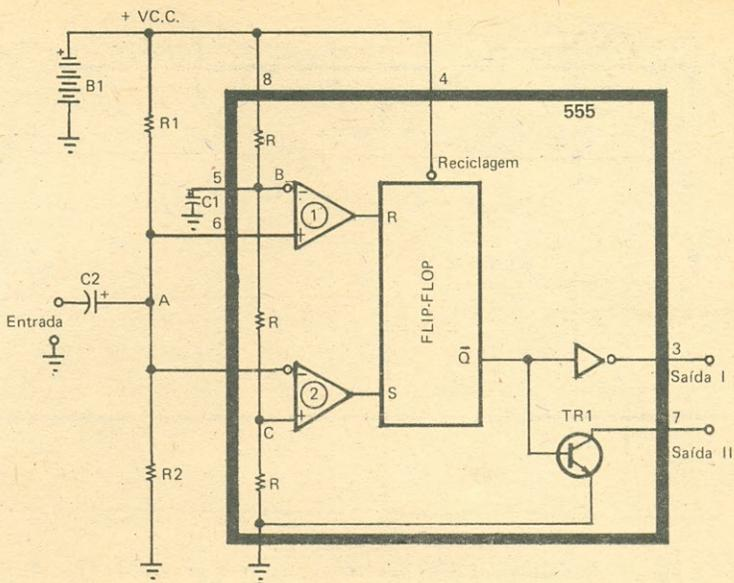
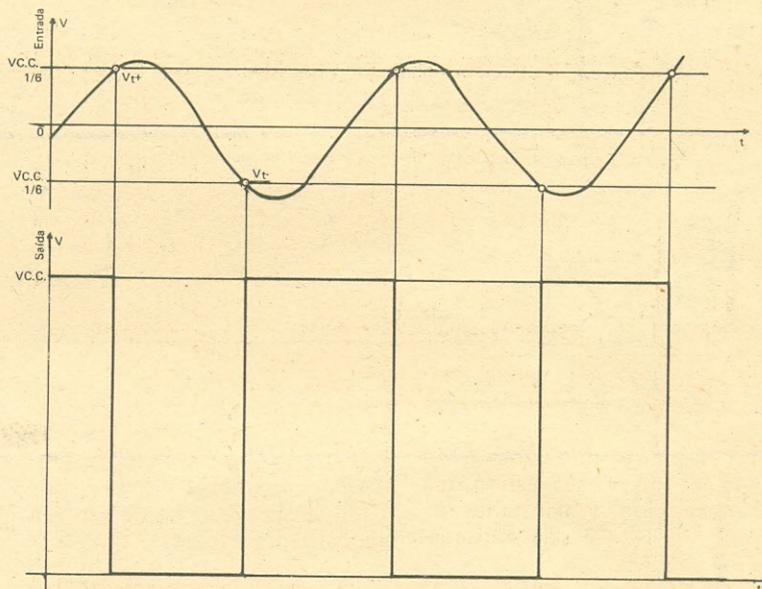

Fig. 6 - Disparador de Schmitt utilizando o C.I. 555.
Fig. 7 - Resposta do circuito anterior para um sinal de entrada senoidal e de amplitude pico-a-pico superior a $1/3$ de V.C.C.
Fig. 7 — Exemplos de comportamento do campo eletromagnético gerado pelas velas nos diferentes sistemas de instalação elétrica do automóvel. A vela normal (1) não conta com proteção alguma e gera um campo
Outro circuito D.S. é mostrado através da Fig. 6; aqui ambos os comparadores de tensão são utilizados (pinos 2 e 6) sendo eles polarizados por R_1 e R_2 ambos de mesmo valor (usualmente $100\text{ k}\Omega$) estabelecendo assim o potencial $V_{C.C.}/2$ no nó A, potencial esse que irá variar de acordo com o sinal da entrada...
para $(2/3$ de V.C.C. e $1/3$ V.C.C.); assim sendo, um sinal de 3 componente C.A. inferior a $1/6$ de V.C.C. irá situar em nível alto a saída do circuito (disparo do segundo comparador de tensão - Fig. 6) e, correspondentemente, um sinal cuja amplitude C.A. seja superior a $1/6$ de V.C.C. levará a saída do D.S. ao nível baixo, uma vez que o primeiro comparador do 555, Fig. 6, será sensibilizado. . .
Ora, como $VA = 1/2$ V.C.C. ($R1 = R2$, Fig. 6) e porque $VB = 2/3$ de V.C.C. e $VC = 1/3$ de V.C.C., podemos dizer que para VA atingir o nível de disparo de $1/2$ V.C.C. essa tensão deve ser reduzida de $1/2$ de V.C.C. para $1/3$ de V.C.C. ou seja, em $1/6$ de V.C.C. ($1/2$ de V.C.C. - $1/3$ de V.C.C.); de modo análogo, para atingir o nível de disparo do primeiro comparador (comparador 1), a tensão VA terá de crescer de $1/2$ de V.C.C. até $2/3$ de V.C.C., ou seja, de $1/6$ de V.C.C. Por esses motivos, o sinal de entrada terá de ter uma componente CA, pico a pico, não inferior a $1/3$ de V.C.C. ($1/6$ de V.C.C.) para que o D.S. da Fig. 6 funcione a contento. . .
Veja a Fig. 7, a qual tenta esclarecer o comportamento elétrico do D.S. da Fig. 6 assim como ilustrar todas as "matemáticas" apresentadas. . . Só um imbecil não entenderá isso!
A verdade é que a amplitude do sinal senoidal da Fig. 7 excede os níveis de referência que causam o ciclo ativo-inativo do flip-flop interno ao C.I.555, provocando uma onda quadrada na saída; o importante é observar a capacitância de C2, Fig. 6, a qual deve ser corretamente dimensionada em função da frequência
“Urubuservem” que no nó A, Fig. 6, está o resultado da diferenciação do sinal de entrada,